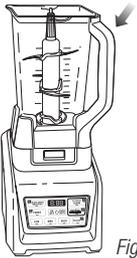
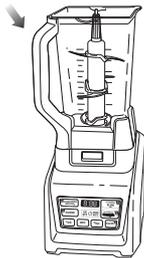

Fig. 4a
Fig. 4b
- 5 La jarra se puede colocar en la base del motor de dos formas distintas; el mango puede quedar en la esquina delantera derecha o en la delantera izquierda. (Fig. 4a, Fig. 4b)